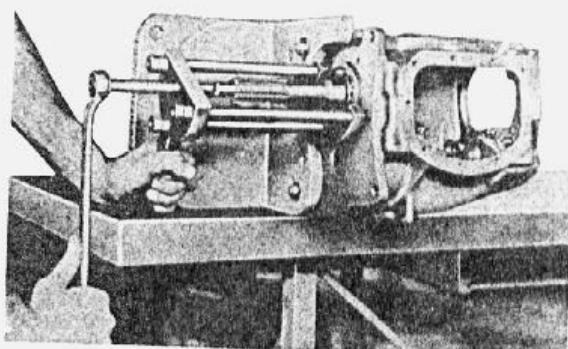

fig. 7 — remoção da árvore primária
16. Com auxílio da ferramenta ilustrada a fig. 7 sacar a árvore primária para fora do rolamento. Remover o rolamento da carcaça da caixa de mudanças.